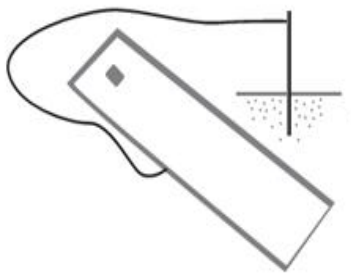
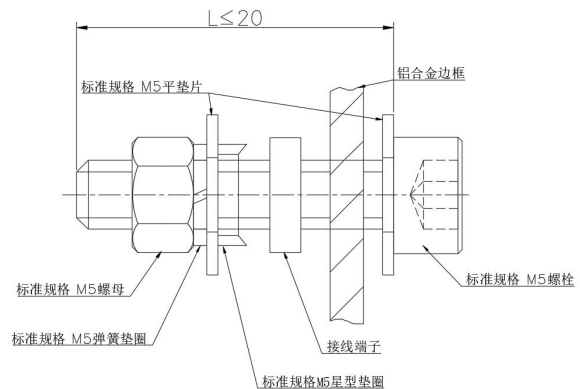

图 9 组件接地图
图 10 接地螺栓安装示意图
4.1.3 组件铝边框和组件支架必须接地，如图 9 所示，每个组件均有接地孔，并在边框上做标记（建议每个组件的串联/并联必须接地一次）。接地螺栓安装方式如图 10 所示。接地线和边框将通过预留接地孔可靠接地，通过安装螺栓  $\text{M5} \times 10 \sim 15$  匹配平垫圈、弹簧垫圈和螺母。组件和接地线应通过接线头完美连接。可安装负极接地逆变器，防止 PID 现象。